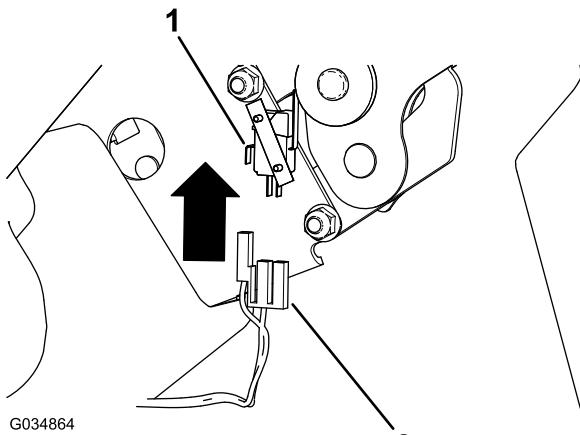

图10
1. 将线束的 3 个母接头连接到开关的 3 个公接头 (图10)。